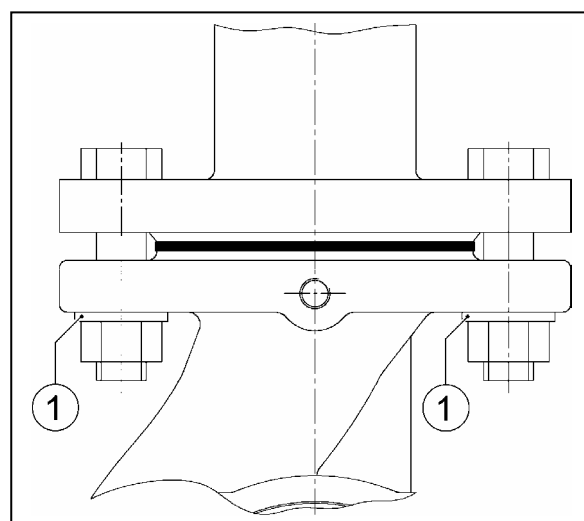

Рис. 4
- При монтаже насоса с комбинированным фланцем PN 6/10 следует придерживаться следующих рекомендаций (рис. 4):
2. Между болтами/гайками и комбинированным фланцем следует обязательно применять прокладные шайбы (рис. 4, Поз. 1).